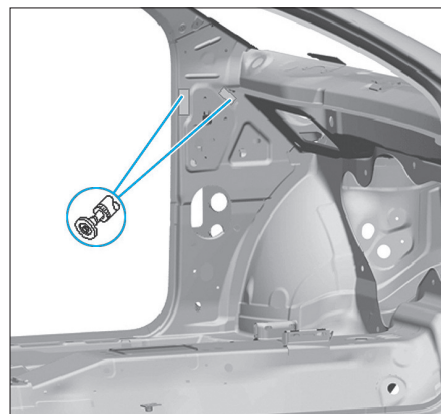

FIG. 49
- Meuler de l'intérieur le cordon de soudure du renfort supérieur de charnière (Fig.49).